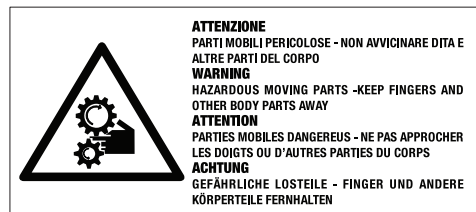

Рис. 4
- Наклейте этикетку Опасные Подвижные Компоненты рядом с устройством (Рис. 4, страница 12).